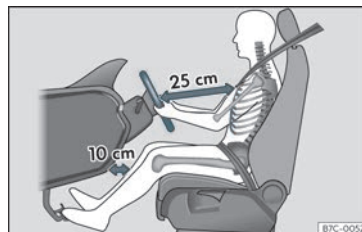

Fig. 2 A separación correcta entre o condutor e o volante debe ser de polo menos 25 cm (10 polgadas).
- Axuste o volante para que estea a unha distancia de polo menos 25 cm (10 polgadas) do esterno >>> **fig. 2** e o poda suxeitar con ámbalas dúas mans polos lados, pola parte exterior, cos brazos lixeiramente flexionados.
- Axuste o asento lonxitudinalmente para que poida pisar completamente os pedais cos xeonllos lixeiramente dobrados e que quede unha distancia entre a zona dos xeonllos e o taboleiro de instrumentos polo menos de 10 cm (4 polgadas) >>> **fig. 2**.